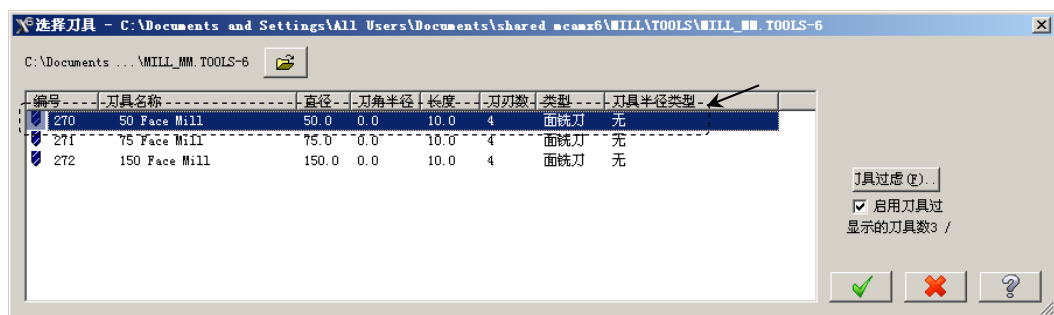

图 16.5 “选择刀具”对话框
Step5. 选择刀具。在“2D 刀具路径 - 平面铣削”对话框中, 单击 **从刀库中选择...** 按钮, 系统弹出“选择刀具”对话框, 在该对话框的列表框中选择图 16.5 所示的刀具。单击  按钮, 关闭“选择刀具”对话框, 系统返回至“2D 刀具路径 - 平面铣削”对话框。
(1) 完成上步操作后, 在“2D 刀具路径 - 平面铣削”对话框的刀具列表中双击该刀具, 系统弹出“定义刀具-机床群组-1”对话框。